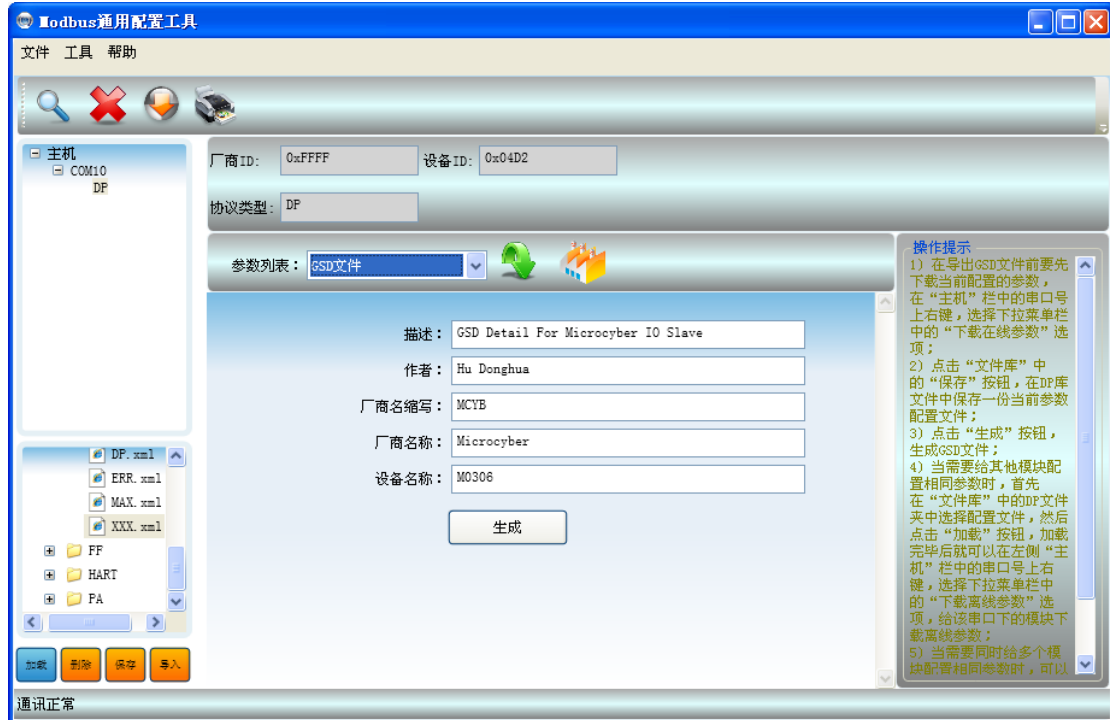

图 5.12 生成 GSD 文件
- 1) 选择“参数列表”中的“GSD 文件”选项，进入 GSD 文件操作界面，如图 5.12 所示：